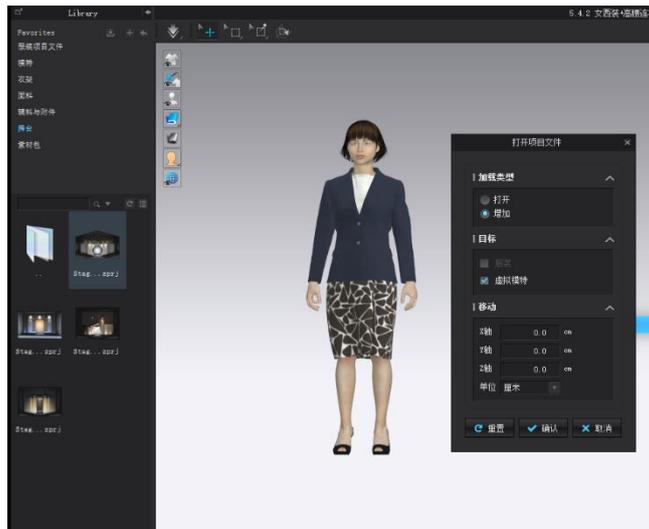

图 5-4-14 添加舞台设置
(1) 在图库窗口双击“Stage”打开舞台库，选择合适的舞台文件，双击打开；在“打开项目文件”窗口中，加载类型为“增加”、目标为“虚拟模特”、移动为“0”，如图 5-4-14 所示；点击“确认”将舞台添加。